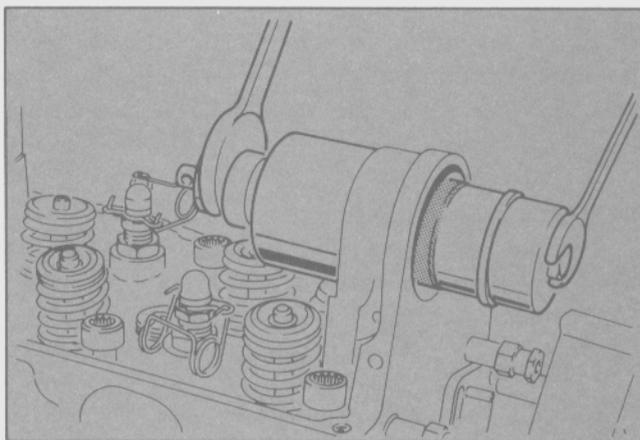

Fig. 104 - Desmontaje e instalación de cojinetes
– Para extraer o instalar los cojinetes, utilizar la herramienta T84G-7271-BAS (Fig. 104).